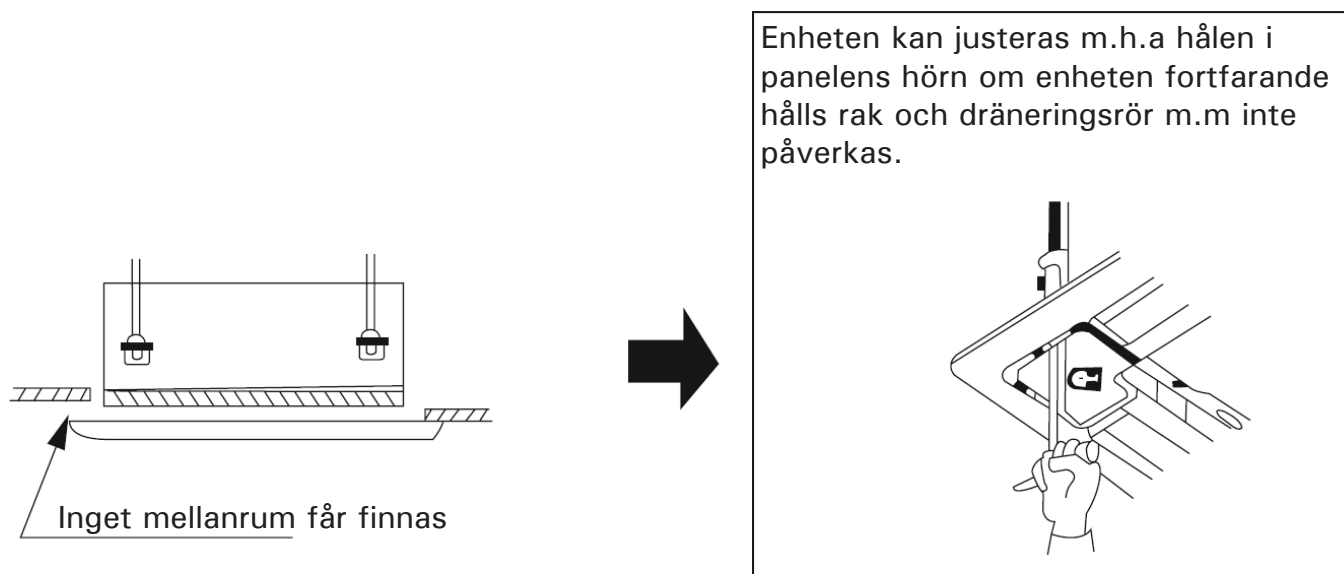

Fig.30
(2) Om det fortfarande finns ett mellanrum mellan innertak och panel kan enheten justeras. (se Fig.30).